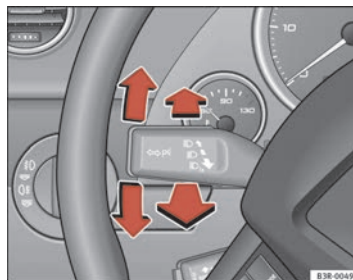

Fig. 93 Leva degli indicatori di direzione e degli abbaglianti
- Portare la leva completamente verso l'alto per mettere la freccia a destra e verso il basso per mettere la freccia a sinistra **⇒ fig. 93.**